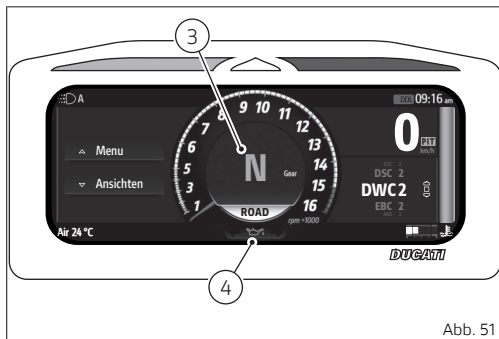

Abb. 51
Den roten Schalter (1) an der rechten Lenkerseite nach oben bringen, dann die Taste (2) drücken. Das Motorrad spontan anspringen lassen, ohne dabei den Gasdrehgriff zu betätigen. Die rote Öldruckkontrollleuchte (4, Abb. 51 S.80) muss einige Sekunden nach dem Anlassen des Motors erlöschen.